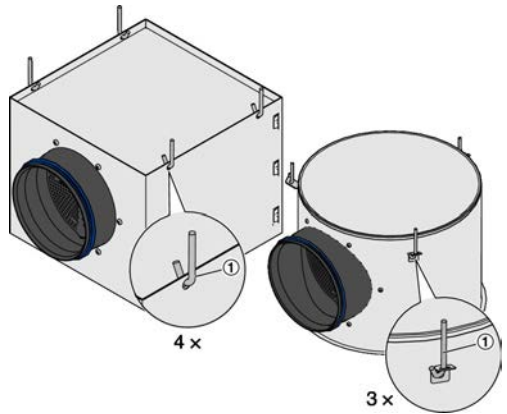

Abb. 2: Anschlusskasten (quadratisch / rund)
1. ▶ Befestigungselemente, z. B. Seile, Abhängerdrähte, Schnellspann- oder Noniusabhänger (Abb. 2/1) an der Decke befestigen.